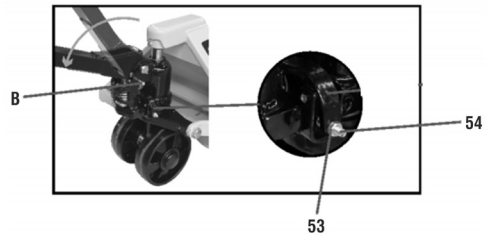

Fig. 5 – Retirando o pino
- d. O pistão de acionamento do cabo vem travado com um pino de segurança (B), (fig. 5).
- e. Para o correto funcionamento do equipamento, posicione o cabo totalmente na horizontal e remova o pino trava de segurança da mola (B) (fig. 5).
- g. Em caso de necessidade de ajuste da alavanca para elevar ou baixar a carga, faça-o através do parafuso (54), (fig. 5), e depois de concluído o ajuste, trave o parafuso (54) apertando à porca (53).